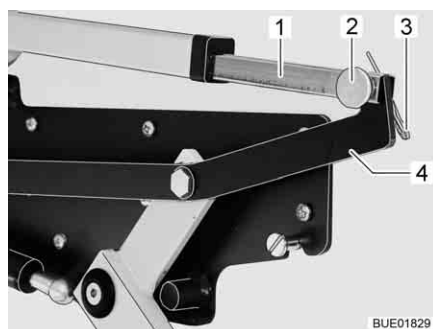

Fig. 133 Azionamento del letto basculante
- Separare il collegamento tra biella (Fig. 133,1) e leva (Fig. 133,4). A tale scopo, estrarre la copiglia (Fig. 133,3) e il perno (Fig. 133,2).